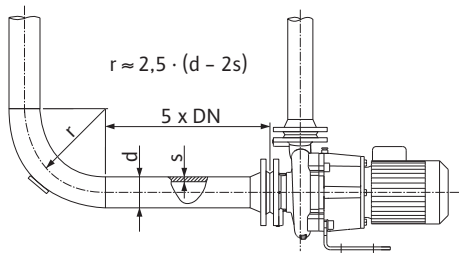
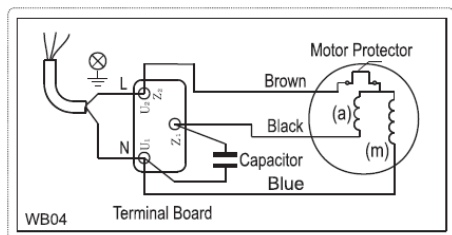

Fig. 4: A szivattyú előtti és utáni csillapítási szakasz
Fig. 5: Wáltakozó áram csatlakozás
- A hálózati csatlakozás függ a motor  $P_2$  teljesítményétől, a hálózati feszültségtől és az indítás típusától. A kapocsdobozban található összekötő hidak szükséges kapcsolását az alábbi táblázat, valamint a Fig. 4 és a Fig. 5 tartalmazza.